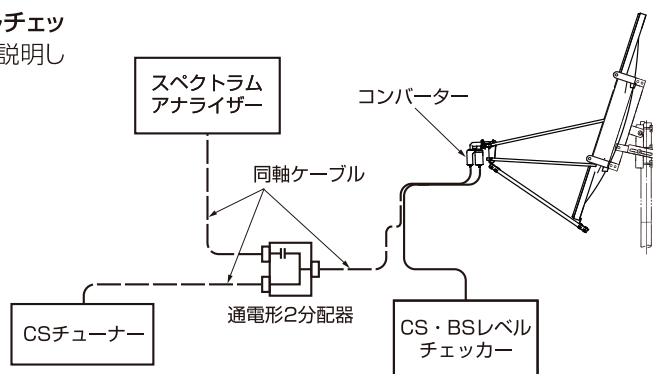

図1
- 1 CSアンテナをCS・BSレベルチェッカーまたは通電形2分配器などを用いて、スペクトラムアナライザーまたはCSチューナーなどに接続してください。(図1)